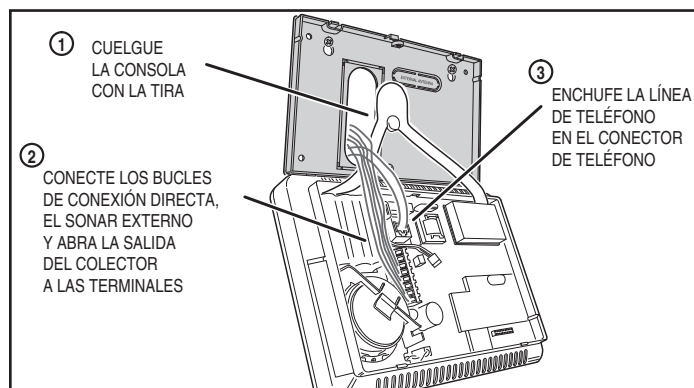

Figura 16. Montaje del panel de control
1. Cuelgue el panel de control de la base de montaje con la tira de plástico (vea la Figura 16).